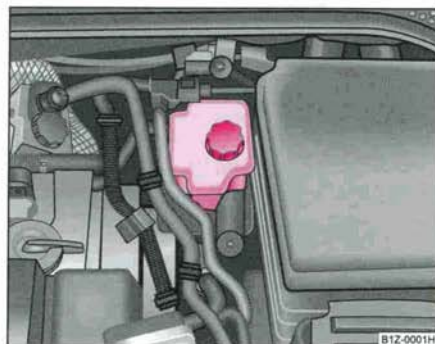

Fig. 190 Compartiment moteur: Réservoir de liquide de frein ►
- Contrôlez le niveau de liquide de frein dans le réservoir ⇒ **page 254, fig. 190**. Celui-ci doit arriver entre les marques « MIN » et « MAX ».